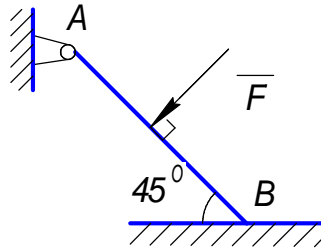

Рис.1.11
1.16. Составьте уравнение суммы моментов всех сил относительно точки А (рис. 1.11, 1.12, 1.13)